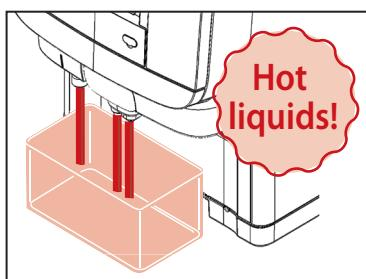

Fig.5
4. Id-distributur se jibda jlaħlaħ awtomatikament (Ara Fig.5). **ATTENZJONI LIKWIDI JAĦARQU** se tidher fuq l-iskrin. Meta t-tlaħliħ ikun lest, neħħi l-kontenitru u armi l-ilma tat-tlaħliħ. Id-distributur issa huwa lest biex jerġa' jibda jferra'.